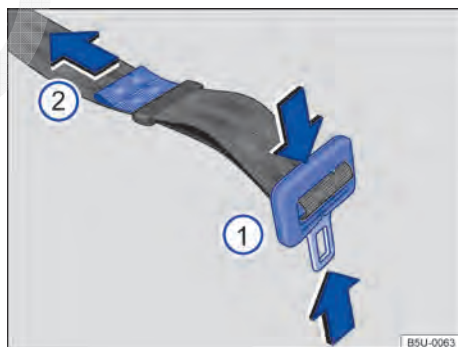

Fig. 51 Ajustar o cadarço do cinto de segurança subabdominal.
- Pressionar a lingueta na direção das setas → Fig. 51 ① e alongar totalmente o cinto de segurança.
- Apertar a lingueta contra o fecho do cinto de segurança e puxar a extremidade → Fig. 51 ② no sentido da seta, até atingir uma folga máxima de 5 cm (3 dedos) na região pélvica.